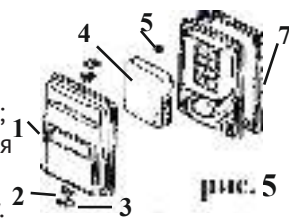

рис. 5
- открыв две защёлки (рис.5 поз.3), снимите крышку воздушного фильтра (рис.5 поз.1);
- извлеките и осмотрите воздушный фильтр (рис.5 поз.4);